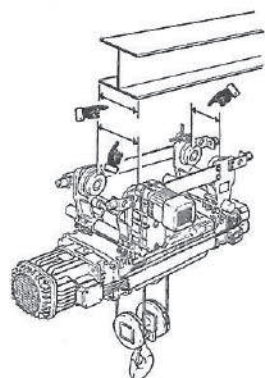

fig.24
- Si el montacargas está dotado de carretilla monoviga DST, verificar la anchura del ala de la viga que debe corresponder a aquella predispuesta para las ruedas de la carretilla (fig. 24).